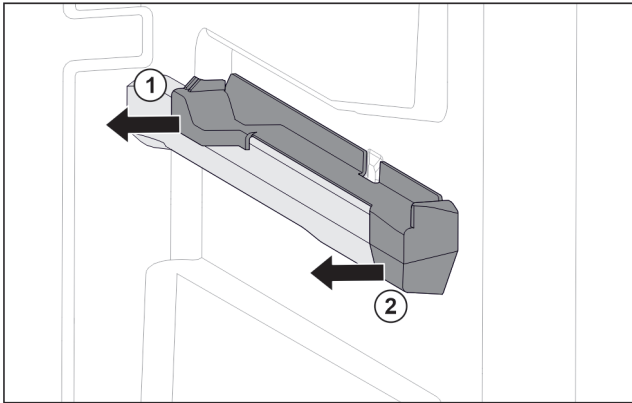

Fig. 153 Aufsteckteil auf der rechten Behälterrippe
- ▶ Aufsteckteil hinten zur Seite abziehen. Fig. 153 (1)
- ▶ Aufsteckteil vorne zur Seite abziehen. Fig. 153 (2)